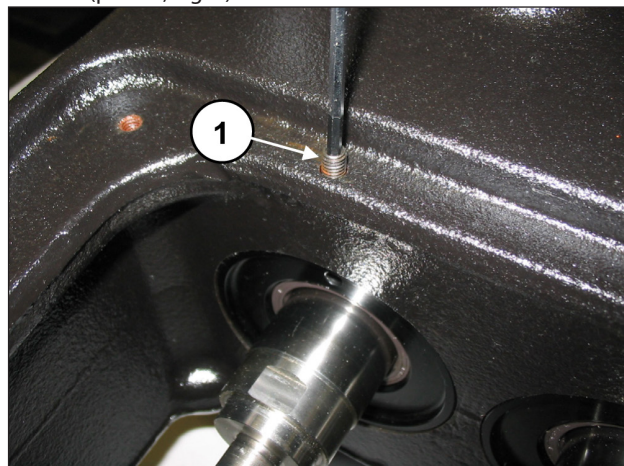

Fig. 2
Solte os grãos de bloqueio M6 das três coberturas da vedação do óleo (pos. ①, Fig. 2).